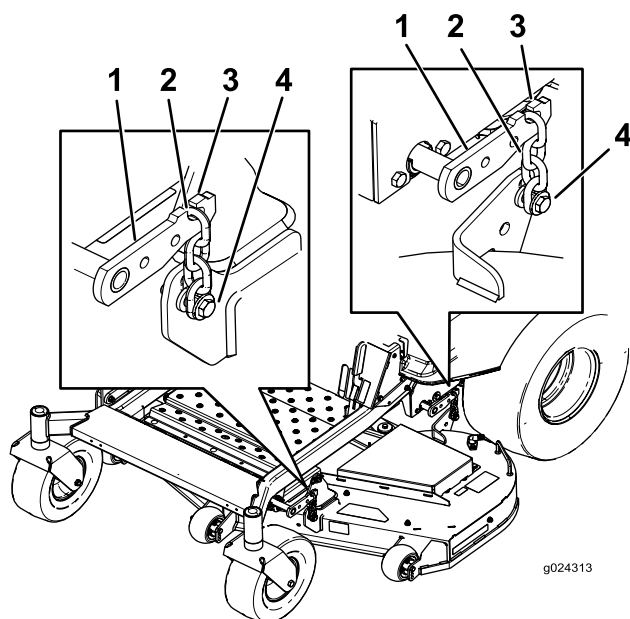

Figura 72
- Retire as correias dos ganchos nos braços de elevação da plataforma (Figura 72).
6. Eleve a traseira da plataforma do cortador e instale as correntes nos braços de elevação traseiros (Figura 72).
7. Instale as correntes frontais nos braços de elevação frontais (Figura 72).